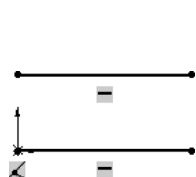

图 7-3 绘制直线
**03** 绘制直线。单击“草图”控制面板中的“直线”按钮, 绘制两条直线，如图 7-3 所示。